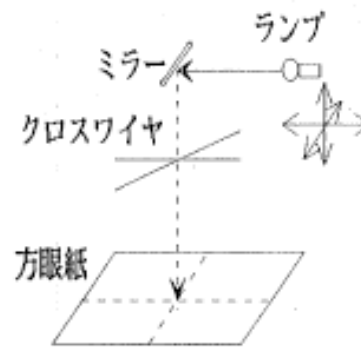

Fig.3
- (1) ガントリ角度を 0° にセットする。
(2) SAD100 cm 以上にし、寝台上に方眼紙を固定する。光照射野ランプを点灯する。
(3) 絞り装置の角度を 45° ごとに投影し、クロスワイヤの回転中心をプロットし測定する (Fig.3)。